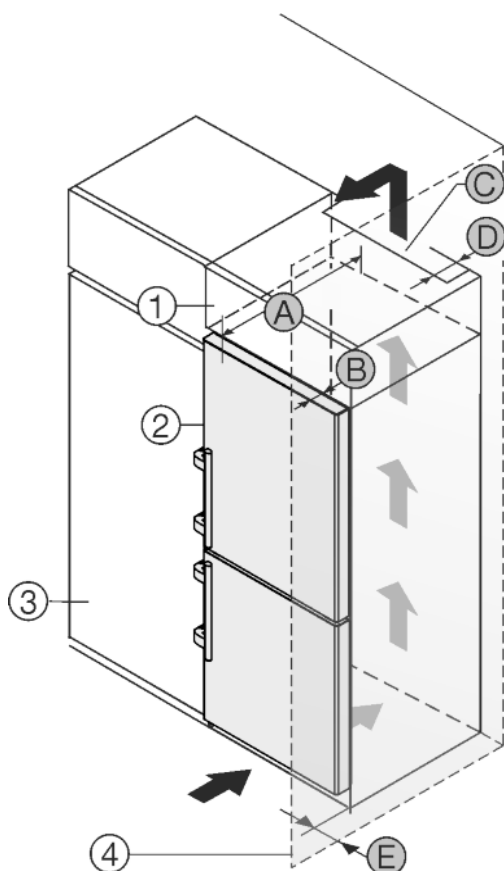

Fig. 27
Устройство может быть окружено кухонными шкафами. Чтобы уравнять устройство Fig. 27 (2) по высоте с кухонной стенкой, можно установить над устройством дополнительный шкафчик Fig. 27 (1).
Установить устройство можно непосредственно рядом с кухонным шкафом Fig. 27 (3). Чтобы можно было полностью открыть двери, устройство должно выступать на глубину Fig. 27 (B) относительно передней стенки кухонного шкафа. В зависимости от глубины кухонных шкафов и использования пристенных распорок устройство может выступать и больше.
- На задней стенке дополнительного шкафчика должен быть вентиляционный канал с глубиной Fig. 27 (D) по всей ширине этого шкафа.
- Нужно соблюдать вентиляционное отверстие Fig. 27 (C) под нижней панелью.
Если устройство установлено на шарнирах у стены Fig. 27 (4), то нужно соблюдать расстояние Fig. 27 (E) между устройством и стеной. Настолько выступает ручка при открытой двери.